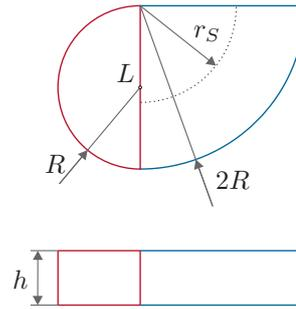

Abbildung 2: Geometrie für Berechnung des Massenträgheitsmoments
- Die Geometrie einer Backe wird als Prisma mit zwei Kreissegmenten als Grundfläche und der Höhe h wie in Abbildung 2 angenommen. Berechnen Sie das Massenträgheitsmoment einer Backe um die Drehachse L des Lagers. Die Backe besteht aus einem Material mit der homogenen Dichte ρ . Der resultierende Ausdruck muss nicht vereinfacht werden. Für den Abstand des Flächenschwerpunktes des Viertelkreises, vom Kreismittelpunkt aus, kann r_S eingesetzt werden. **Hinweis:** Das differentielle Volumenelement in Zylinderkoordinaten lautet $dV = r dr d\varphi dz$. 3 P. |